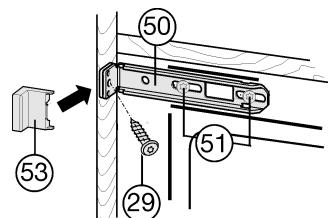

Fig. 16
- Schrauben Fig. 16 (51) etwas lockern.
- Oberen Befestigungswinkel Fig. 16 (50) mit Spanplattenschraube Fig. 16 (29) Ø4x19 an der Möbelwand fest-schrauben.
- Das überstehende Ende der Abdeckung Fig. 16 (53) abbrechen.
- Schrauben Fig. 16 (51) festziehen.
- Abdeckung Fig. 16 (53) aufsetzen.